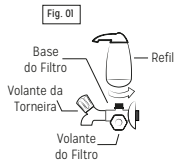

Fig. 02
**IMPORTANTE:** Caso não disponha de espaço suficiente para girar o filtro ao instalar, pode-se retirar o refil da base para facilitar a instalação (Fig. 01), logo deve-se recolocá-lo e continuar o processo de instalação (Fig. 02).